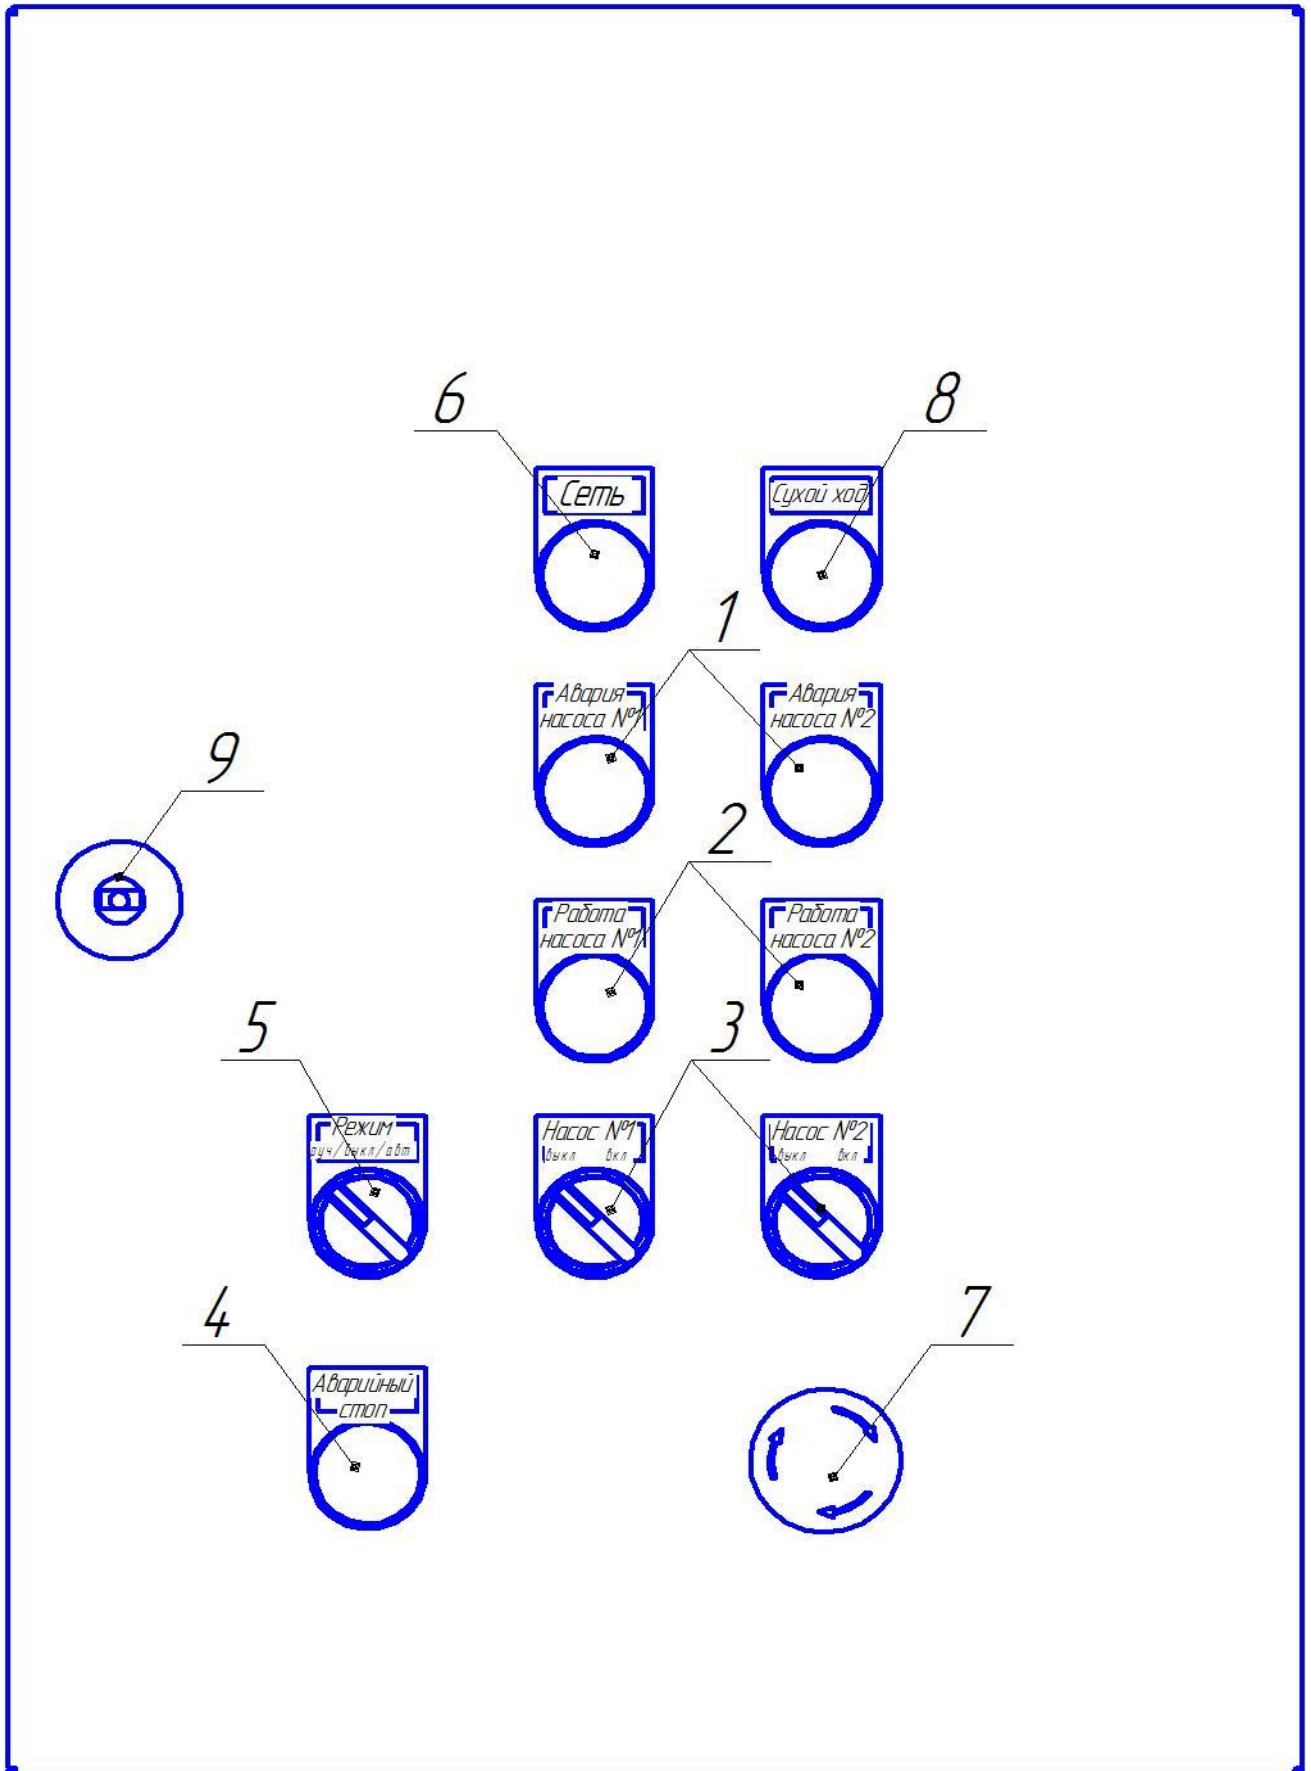

Рис. 2 Органы управления и индикации пульта управления
на рис. 2
3.3 Назначение органов управления и индикации передней панели пульта, указанных на рис.2, приведены в таблице 3.
- Установите переключатели насосов «Выкл./Вкл.» (рис.2 поз.3), в положение «Выкл.».
- Установите переключатель «Режим Ручн./Выкл./Автом.» (рис.2 поз. 5) в положение «Выкл.».
- Включите переключатель электропитания станции (рис.2 поз .9) в положение «Вкл.», загорится светодиод «Сеть» (рис.2 поз. 6).
- включить переключатель электропитания станции (рис.2 поз .9) в положение «Вкл.», при этом должен загореться светодиод «Сеть» (поз. 6)..
- установить переключатели насосов, которые не будут находиться в работе «Выкл./Вкл.» (рис.2 поз. 3), в положение «Выкл.».
- переключатель «Режим Ручн./Выкл./Автом.» (рис.2 поз. 5) установить в положение «Ручн..».
- включить переключатель электропитания станции (рис.2 поз .9) в положение «Вкл.», при этом должен загореться светодиод «Сеть» (рис.2 поз. 6)..
- установить переключатели насосов «Выкл./Вкл.» (рис.2 поз. 3) в положение «Вкл.».
- переключатель «Режим Ручн./Выкл./Автом.» (рис.2 поз. 5) установить в положение «Автом.».
5.5 При возникновении нештатной ситуации для одновременной остановки всех насосных агрегатов необходимо нажать кнопку аварийной остановки (рис.2 поз.7). В нажатом положении кнопка фиксируется и загорается индикатор «Аварийный стоп» (рис.2 поз.4)
5.7 Индикатор «Сухой ход» (рис.2 поз.8) загорается и мигает в двух случаях:
При срабатывании реле протока станция аварийно отключится через 8-10сек. Отключение данного аварийного режима происходит после установки переключателя «Режим Ручн./Выкл./Автом.» (рис.2 поз.5) в положение «Выкл.» или выключении электропитания на насосную станцию. Последующее включение насосной станции возможно только при наличии перекачиваемой жидкости во всасывающем коллекторе и насосах.